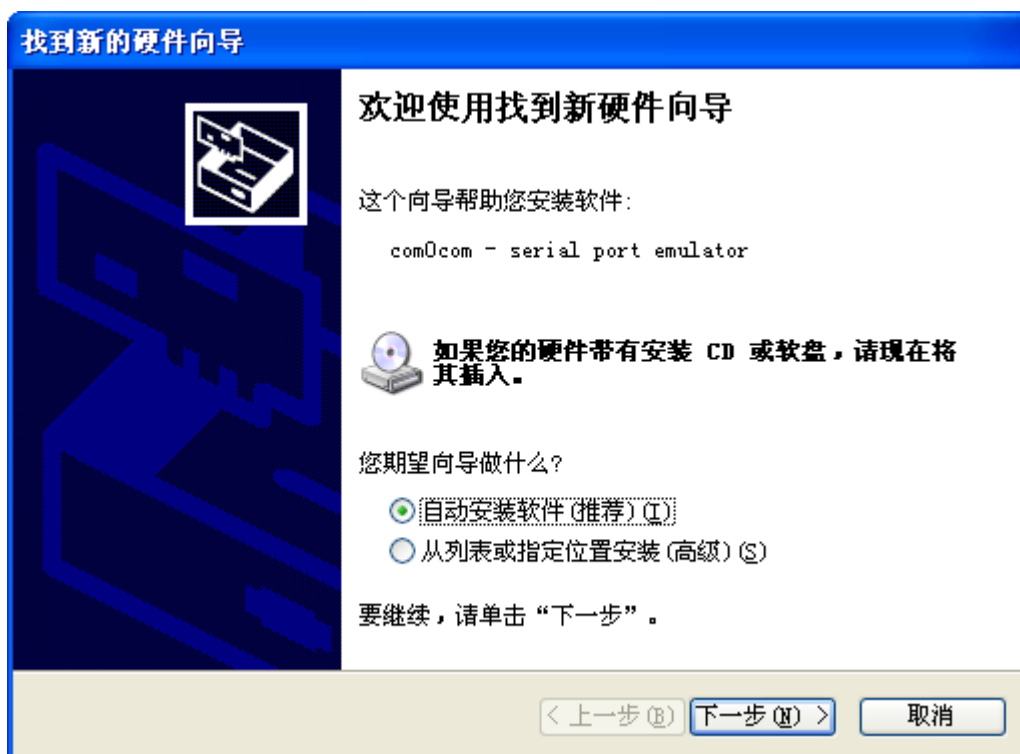
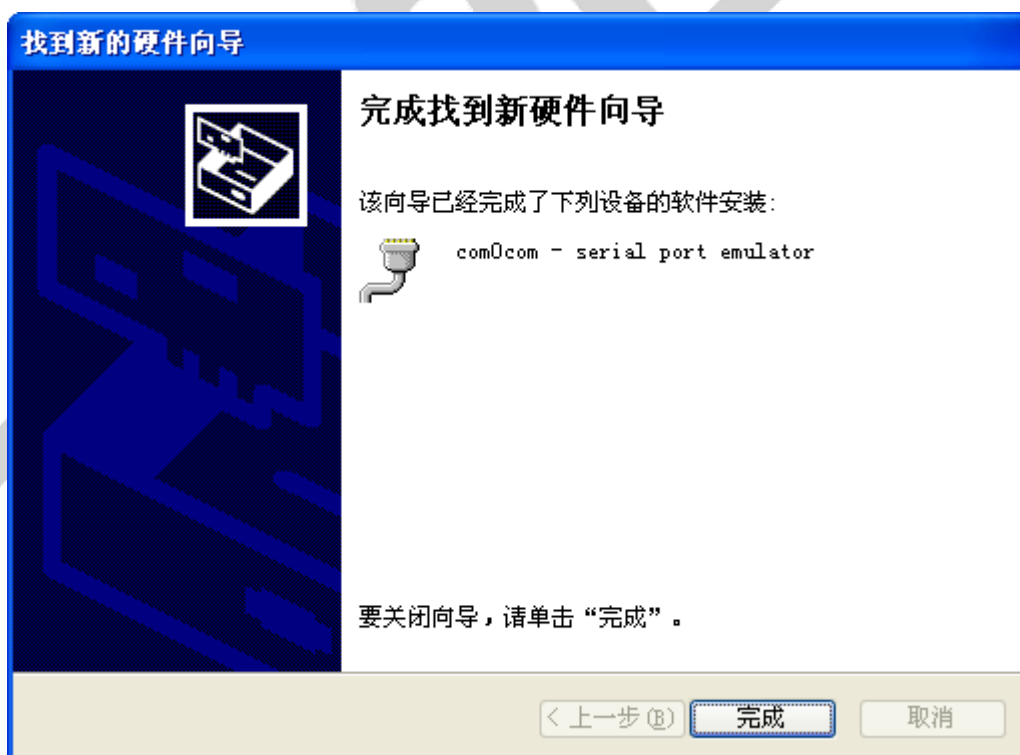
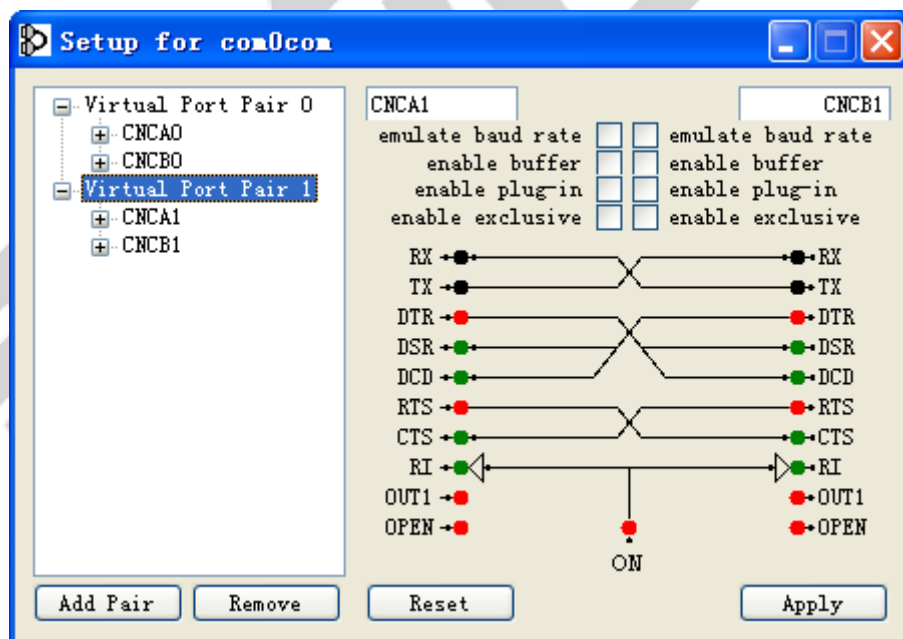

图 5.2.7 选择自动安装软件（推荐），点“下一步”
图 5.2.8 当完成找到新硬件安装时，点“完成”
图 5.6.2 创建新的一对虚拟串口
2. 点击“Add Pair”，此时操作系统会找到新的硬件，安装驱动，详细过程与第一次安装 com2com 时相同，具体过程参考图 5.2.7 和图 5.2.8。安装好之后如图 5.6.2 所示：